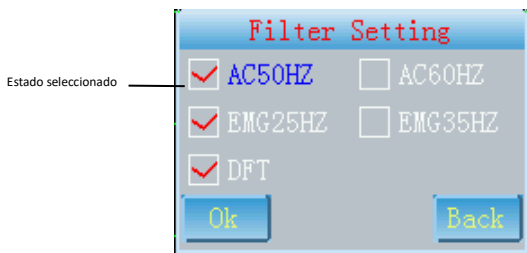

Fig. 7-3
1. **F** Acceder a la interfaz "Filter Setting" (ajustes de filtro) como en la Fig.7-3.